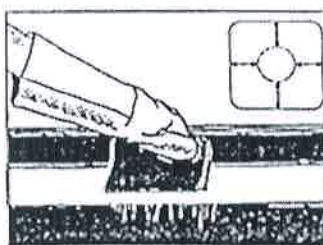

Рис.4
4.7. Срезать у заплаты углы размером не менее 20x20 мм или закруглить их радиусом не менее 20 мм (см. рис.4). Отрезать несколько кусков заполнителя с учётом величины повреждённого участка.